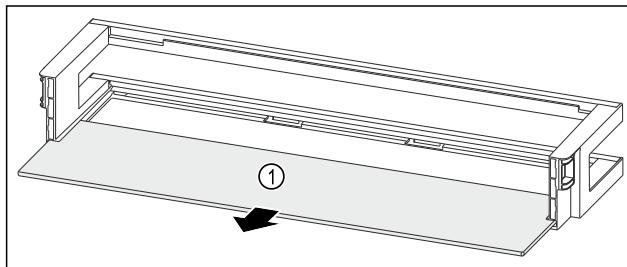

Fig. 131 Balconnet de contre-porte avec tablette de rangement
- ▶ Retirer la tablette de rangement Fig. 131 (1).